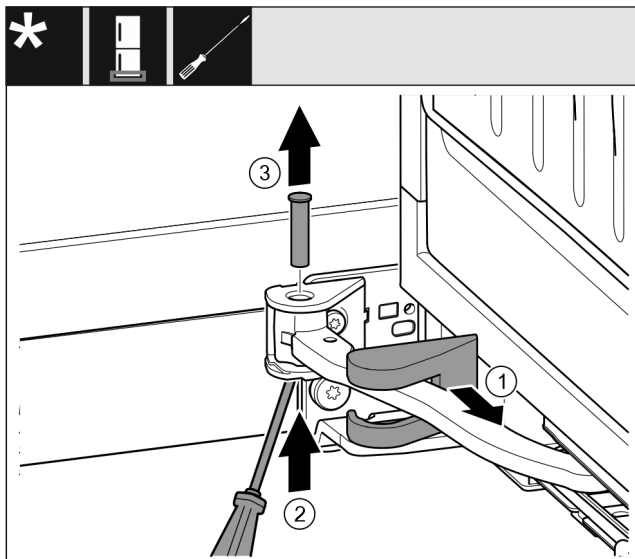

Fig. 15
- ▶ Retirer le cache du support de palier et le déplacer le long de l'articulation. Fig. 15 (1)
- ▶ Soulever par le bas le boulon avec un doigt ou un tournevis. Fig. 15 (2)
- ▶ Placer le tournevis sous la tête du boulon et le sortir. Fig. 15 (3)